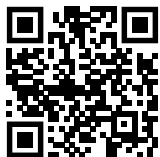

Fig. 108
▶ 请打开 Liebherr SmartMonitoring Dashboard。（参见 Fig. 108）